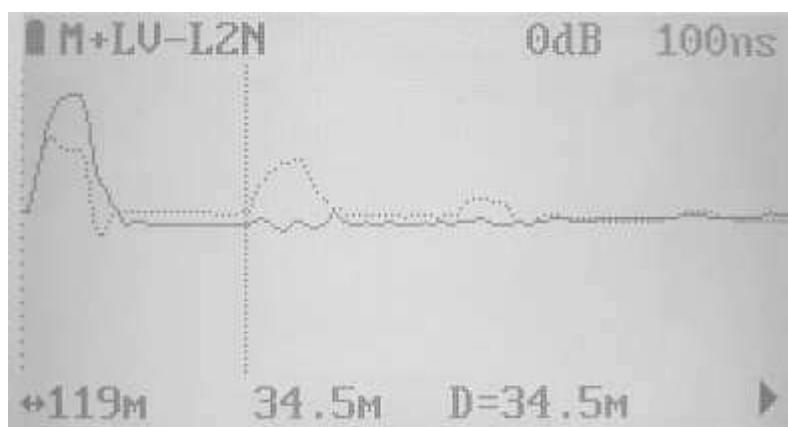

Рис. 20
- при этом прибор перейдет в режим двойного экрана, где пунктирной линией будет отображаться рефлектоGRAMма из буфера памяти, а сплошной текущая рефлектоGRAMма (рис. 20);
После этого, прибор автоматически выберет режим «Двойной» в подменю «Память» и перейдет на экран отображения рефлекограмм в режиме сравнения текущей рефлекограммы и загруженной из памяти (рис. 20), аналогично тому, как описано в разделе 6.4.2.